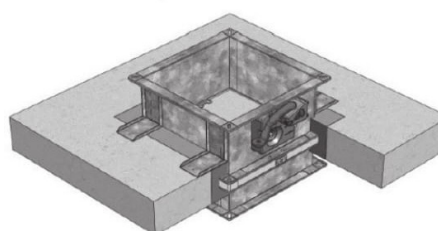

FIG.4
- 6- Riempire l'intercapedine risultante tra solaio e serranda con materiale cementizio resistente al fuoco (classe M10 o superiore) per ripristinare la resistenza e l'isolamento (fig. 4)
5- Posizionare la serranda all'interno dell'apertura centrandola in senso orizzontale nella stessa e facendo attenzione che l'asse dell'otturatore corrisponda con l'asse della parete. Rispettare la quota della sporgenza della serranda dalla parete portando le staffe metalliche precedentemente installate in battuta con la parete (fig. 4)